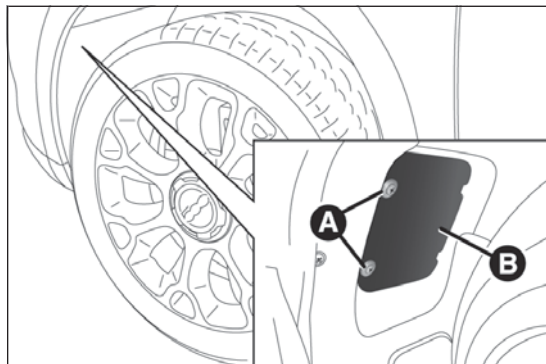

fig. 174
- ☐ aflojar los tornillos A fig. 174 y retirar la tapa B;